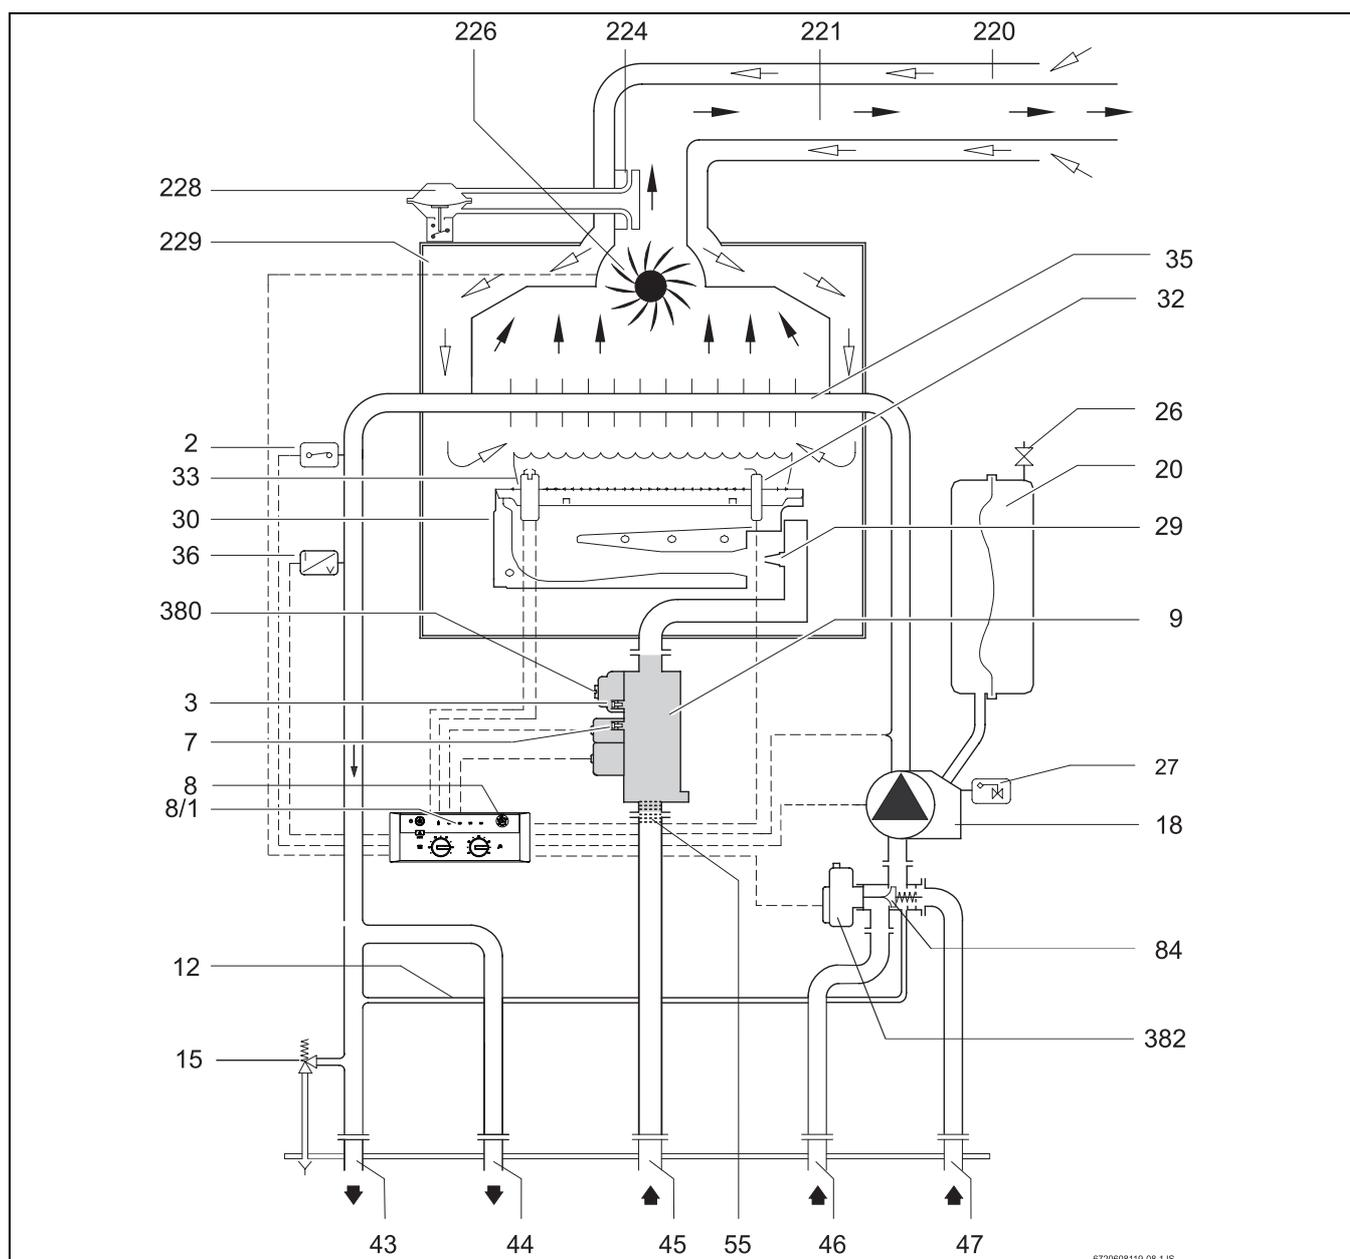

Fig. 3
Nello stesso momento si attiva il circolatore (18) e il motore (382) della valvola deviatrice (Fig. 3, pos. 84) si posiziona in funzione riscaldamento, aprendo così la mandata e il ritorno (Fig. 3, pos. 43, 47) dell'impianto di riscaldamento.
Si ottiene così l'accensione del bruciatore alla minima potenza, l'elettrodo di ionizzazione rileva la corretta presenza di fiamma; l'emissione di scintille termina e l'apparecchio si posiziona alla potenza termica impostata. (per i riferimenti vedere figure 3 e 5).
Tramite l'apposito sensore NTC (5) la scheda elettronica rileva la temperatura di uscita dell'acqua calda sanitaria ed effettua la modulazione in base alla portata d'acqua ed alla temperatura impostata dal cliente. (per i riferimenti vedere figure 3 e 5).